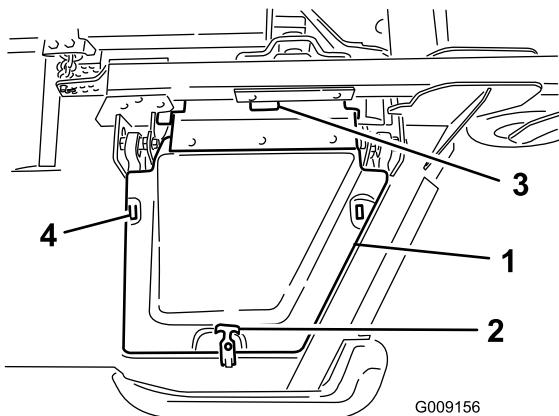

Рисунок 6
- 8. Установите и закрепите посредством резинового фиксатора крышку крыла деки (Рисунок 6).